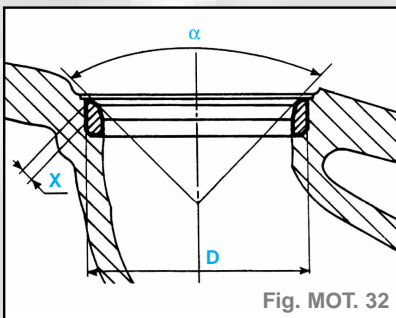

Fig. MOT. 32
- La rectification de la portée d'admission s'effectue avec la fraise n°208 côté 31°, réduire la largeur de cette portée en 2, grâce à la fraise n°212 côté 75 jusqu'à l'obtention de la largeur X (fig. MOT. 32) :
- La rectification de la portée d'échappement s'effectue avec la fraise n°204 côté 46°, réduire la largeur de cette portée en 2 grâce à la fraise n°273 côté 60 jusqu'à l'obtention de la largeur X (fig. MOT. 32) :